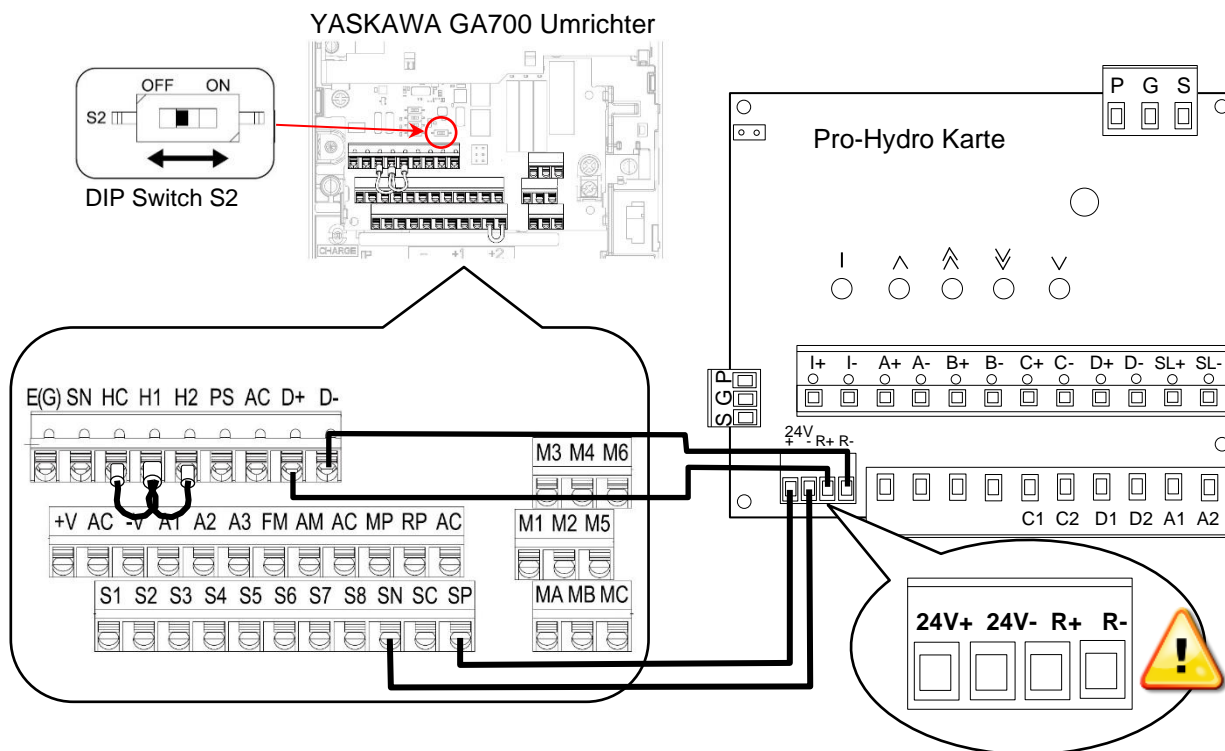

Abbildung 3-8 Verkabelung des GA700 Umrichters mit der Pro-Hydro-Karte
Schalten Sie den **DIP** Schalter **S2** auf **ON**, um den Abschlusswiderstand des Umrichters zu aktivieren, wenn die MEMOBUS/Modbus Kommunikation genutzt wird (**DIP** Schalter **S2** befindet sich direkt über den Verbindungsterminals, siehe Abbildung 3.8).
- Verbinden Sie den **GA700** Umrichter mit der **Pro-Hydro-Karte**, wie in der folgenden Tabelle gezeigt wird, siehe außerdem Abbildung 3.8.